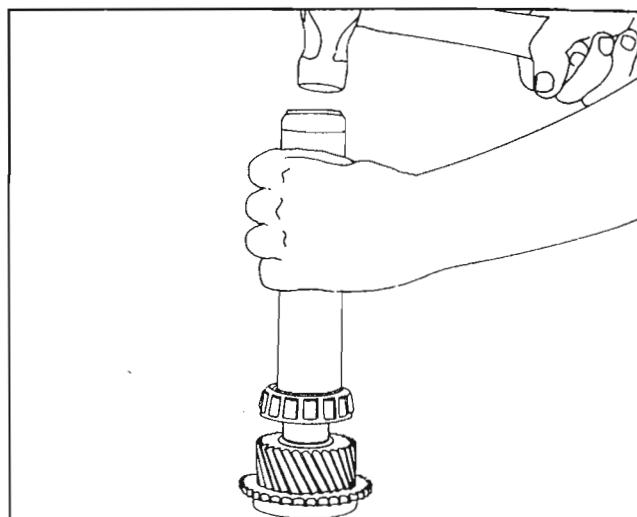
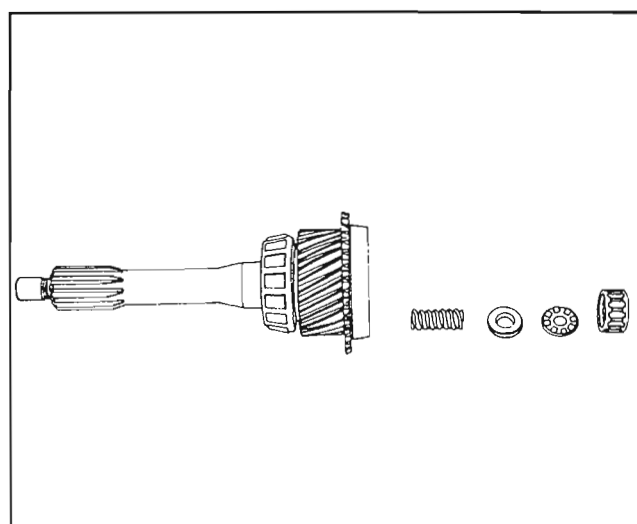

Fig. 70
Fig. 71
Instale la parte inferior del cojinete de rodillos cónicos (11) utilizando el mandril N° 2654 5890 26 05 (Fig. 70). Instale el muelle de compresión (4), el separador (5) del tamaño apropiado, el cojinete axial (6) y el cojinete de rodillos (7) en el asiento del eje de toma de fuerza (Fig. 71). Elija la espesura del separador según el procedimiento descrito.